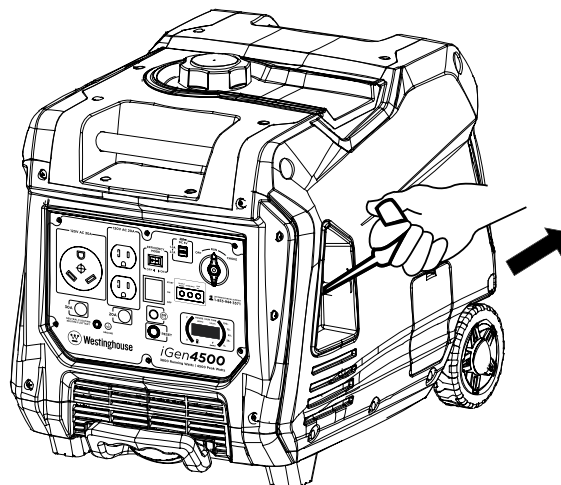

Figure 9: Tirez la poignée de rappel hors de l'onduleur
7. Agrippez et tirez fermement la poignée de recul jusqu'à ce que vous sentiez une résistance accrue. À ce stade, appliquez une traction rapide tout en tirant de l'onduleur (voir Figure 9).